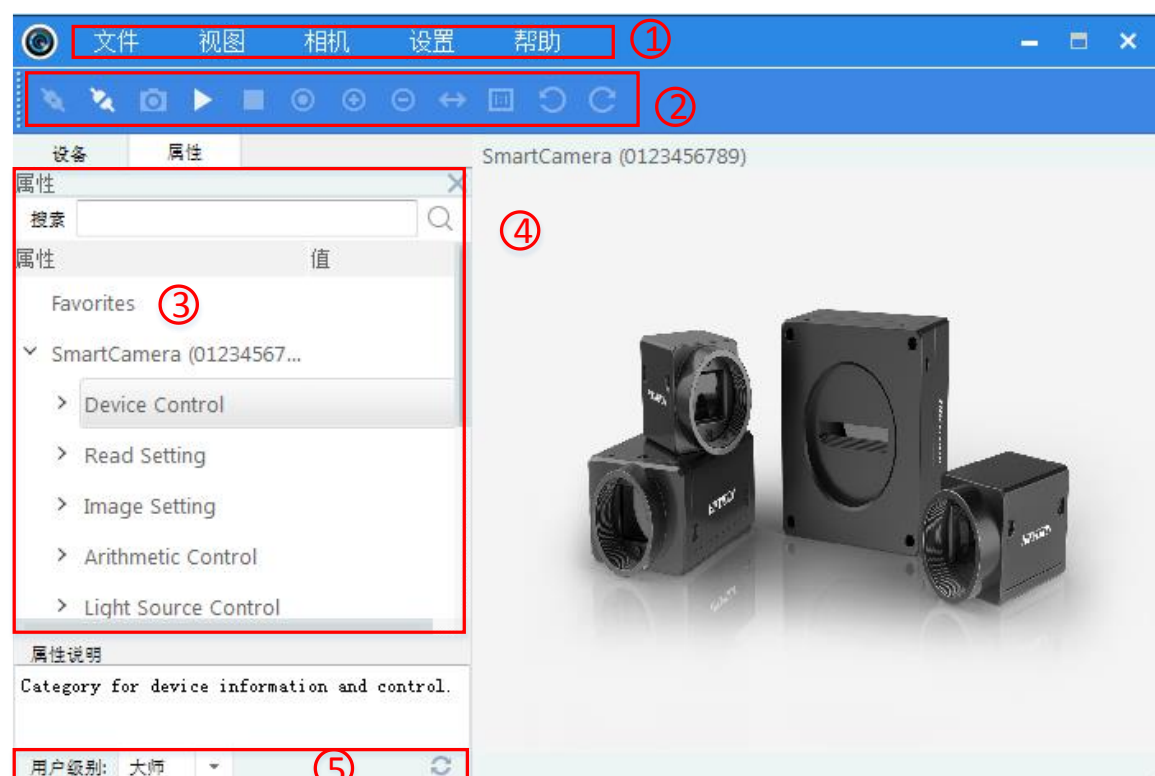

图4-4 智能相机客户端界面
1. 连上相机后，可以通过客户端预览图像。其中①②③④区域分别代表菜单栏区、控制工具条区、设备列表和属性区、预览区，在设备列表中会显示当前的设备，双击打开设备，设备属性如图 4-4 中③所示。
属性窗口下的用户级别，如图 4-4 中的⑤所示，有初级、专家和大师三种，对应的属性窗口中的参数会有部分差异。